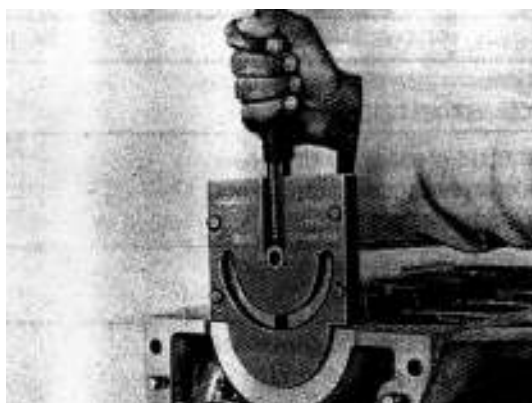

РИС. 49
- 2) Установите сальниковую набивку 7^{ого} коренного подшипника в блок цилиндров и крышку при помощи приспособления 2576 5890 0220 (рис. 49).